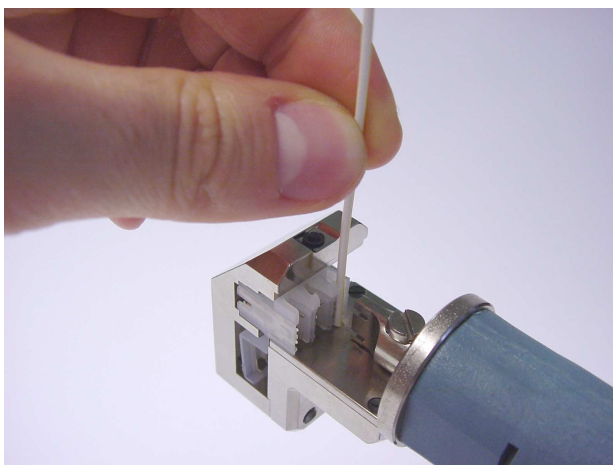

Abbildung 3
**2.** Nun wird ein Litzenleiter, ausgerichtet zwischen den Rückhaltefedern, vor der Kontaktkammer positioniert. Der Zangenboden dient dabei als Kabelanschlag (siehe Abbildung 3).